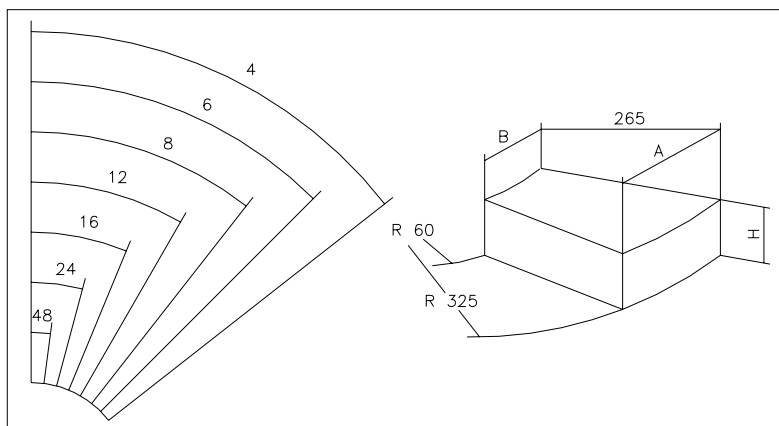

FIG. 11
- 2) Añadir o quitar los tabiques del núcleo central de la bandeja fig. 11;